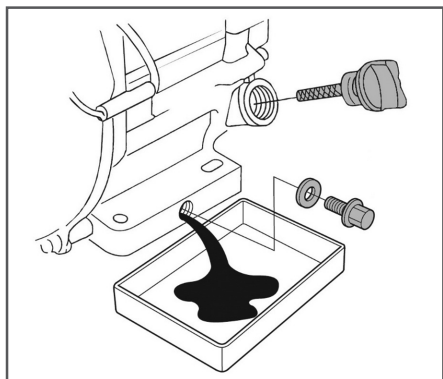

Рис. 14 Замена масла в двигателе
- (1) Техническое обслуживание должно осуществляться более часто, при работе в пыльных условиях.
(2) Эти работы должны выполняться только в авторизованном сервисном центре.
- Очистите от загрязнений зону вокруг маслозаливной горловины. Извлеките крышку-щуп из маслозаливной горловины (Рис. 14) и протрите щуп чистой ветошью.
- Открутите пробку для слива масла и слейте отработанное масло в подготовленную для этого емкость (Рис. 14).